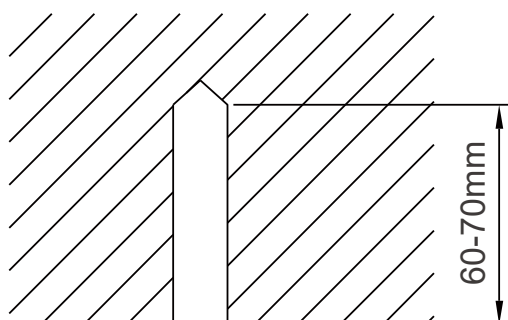

Fig. 5
1. Montera bultarna i tak på en plats som håller aggregatets vikt. Markera borrhålen enligt bormallen. Borra fyra hål med 12,7 mm (1/2") borr. (Fig. 5).